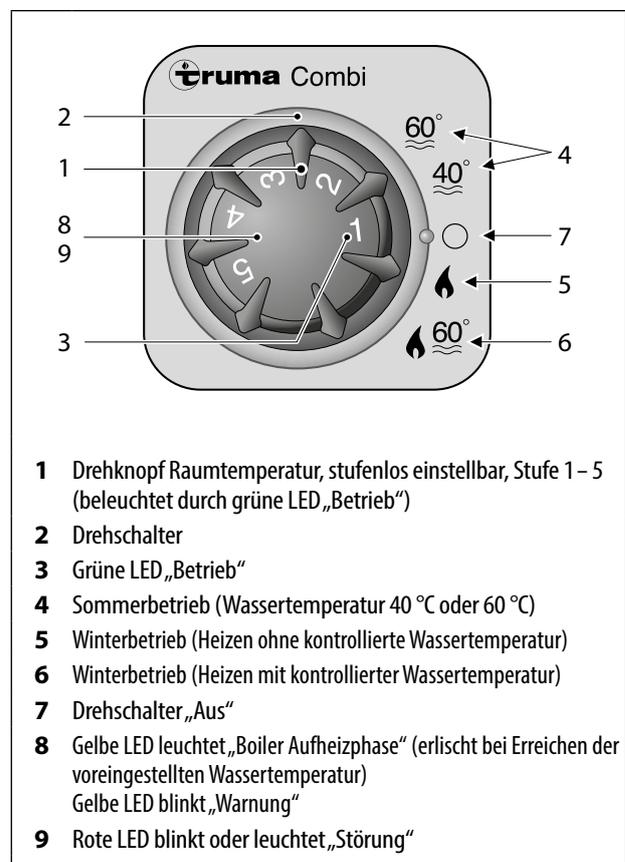

Abb. 41 Bedienteil Truma Combi
Drehschalter (Abb. 41, Pos. 2) in Stellung 4 (40 °C oder 60 °C) drehen.
Drehschalter (Abb. 41, Pos. 2) in Stellung 5 drehen.
Drehschalter (Abb. 41, Pos. 2) in Stellung 6 drehen.
Ist eine der Betriebsarten eingeschaltet, leuchtet die grüne LED hinter dem Drehknopf (Abb. 41, Pos. 1):
☞ Drehschalter (Abb. 41, Pos. 2) auf die gewünschte Wassertemperatur 40 °C oder 60 °C (Abb. 41, Pos. 4) stellen. Ist die eingestellte Temperatur erreicht, schaltet der Brenner ab und die gelbe LED (Abb. 41, Pos. 8) erlischt. Diese Funktion ist nur im Sommerbetrieb möglich. Der Brenner arbeitet in der kleinsten Brennerstufe.
1. Drehschalter (Abb. 41, Pos. 2) in Stellung 6 (Abb. 41, Pos. 6) stellen.
2. Drehknopf (Abb. 41, Pos. 1) in die gewünschte Thermostatstellung 1–5 für die Raumtemperatur drehen. Die grüne LED (Abb. 41, Pos. 3) leuchtet und zeigt die Stellung der eingestellten Raumtemperatur. Nach Erreichen der eingestellten Raumtemperatur schaltet der Brenner auf die kleinste Stufe zurück und das Wasser im Boiler wird auf eine Temperatur von 60 °C aufgeheizt.
Die gelbe LED (Abb. 41, Pos. 8) zeigt die Aufheizphase an und erlischt bei Erreichen der Wassertemperatur.
1. Drehschalter (Abb. 41, Pos. 2) in Stellung (Abb. 41, Pos. 5) stellen.
2. Drehknopf (Abb. 41, Pos. 1) in die gewünschte Thermostatstellung 1–5 für die Raumtemperatur drehen. Die grüne LED (Abb. 41, Pos. 3) leuchtet und zeigt die Stellung der eingestellten Raumtemperatur. Nach Erreichen der eingestellten Raumtemperatur schaltet die Heizung ab. Bei gefülltem Boiler wird das Wasser automatisch mit beheizt.
In dieser Betriebsstellung leuchtet die gelbe LED (Abb. 41, Pos. 8) nur bei Wassertemperaturen von unter 5 °C.
2. Drehknopf (Abb. 41, Pos. 1) in die gewünschte Thermostatstellung 1–5 für die Raumtemperatur drehen. Die grüne LED (Abb. 41, Pos. 3) leuchtet und zeigt die Stellung der eingestellten Raumtemperatur. Nach Erreichen der eingestellten Raumtemperatur schaltet die Heizung ab.
1. Drehschalter (Abb. 41, Pos. 2) in Stellung (Abb. 41, Pos. 7) \bigcirc stellen.